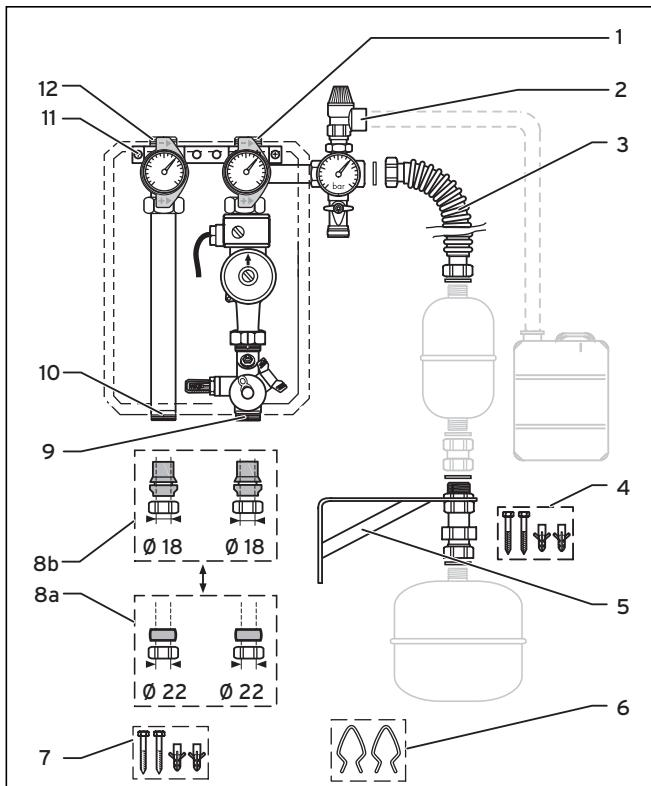
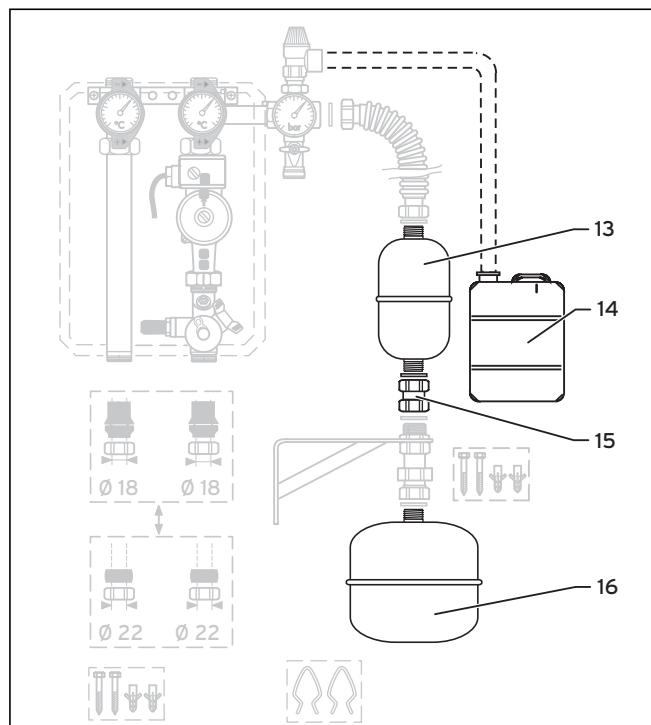

Abb. 3.1 Übersicht der Solarstation 22 l/min
Abb. 3.2 Übersicht der Zubehör
- Montieren Sie die Befestigungsschiene (11, Abb. 3.1) mit den Dübeln und Schrauben (7, Abb. 3.1) an der Wand.
- Stecken Sie die Hinterschale auf die Befestigungsschiene (11, Abb. 3.1).
- Stecken Sie die Rohrstränge auf die Befestigungsschiene (11, Abb. 3.1) und lassen Sie die Rohrstränge in der Befestigungsschiene einrasten.
- Sichern Sie die Rohrstränge mit den zwei Halteklemmen (6, Abb. 3.1), indem Sie die Halteklemmen in die Nut der Rohrstränge unter der Befestigungsschiene klemmen.
Anstelle von Kupferrohren mit 22 mm Durchmesser können Sie auch Rohre mit 18 mm Durchmesser anschließen. In diesem Fall benutzen Sie die beiliegenden Reduzierstücke 22-18 (8b, Abb. 3.1) mit integriertem Klemmring.
- Verbinden Sie das Vorlaufrohr (12, Abb. 3.1) mit dem Vorlaufrohr der Kollektoren.
- Verbinden Sie das Rücklaufrohr (1, Abb. 3.1) mit dem Rücklaufrohr der Kollektoren.
- Verbinden Sie das Rücklaufrohr Speicherkreis (9, Abb. 3.1) mit dem Rücklauf Solar am Kombispeicher.
- Verbinden Sie den Vorlaufrohr Speicherkreis (10, Abb. 3.1) mit dem Vorlauf Solar am Kombispeicher.
- Montieren Sie die Sicherheitsgruppe (2, Abb. 3.1) am Anschlussstutzen im Rücklaufrohr (1, Abb. 3.1).
- Führen Sie die Abblaseleitung mit Gefälle zu einem geeigneten Auffangbehälter (14, Abb. 3.2).
Optional können Sie zwischen Solar-Ausdehnungsgefäß und Solarstation ein Solar-Vorschaltgefäß (**13**, Abb. 3.2) mit beigefügter 3/4"-Muffe (**15**, Abb. 3.2) einsetzen. Es schützt das Solar-Ausdehnungsgefäß im Stagnationsfall der Anlage vor zu hohen Temperaturen.
- Befestigen Sie die Halterung (**5**, Abb. 3.1) mit den Dübeln und Schrauben (**4**, Abb. 3.1) an der Wand.
- Schrauben Sie den Flansch und das Solar-Ausdehnungsgefäß (**16**, Abb. 3.2) an die Halterung (**5**, Abb. 3.1).
- Montieren Sie den Wellenschlauch (**3**, Abb. 3.1).
- Befestigen Sie das Solar-Ausdehnungsgefäß 35 l mit den Dübeln und Schrauben (**4**, Abb. 3.1) an der Wand.